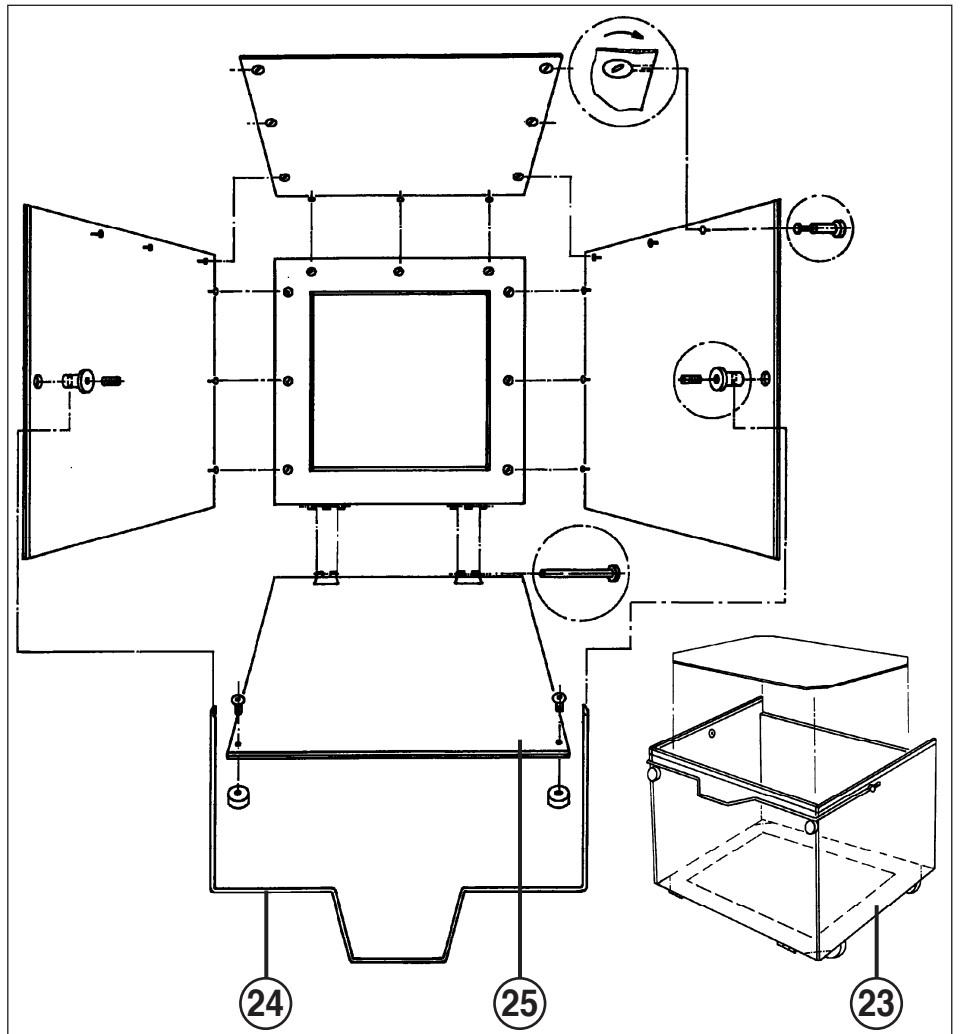

Fig. 4
- 23 = Recipiente de recolha (fig. 4)
- 24 = Arco para o recipiente de recolha (fig. 4)
- 25 = Parede dianteira do recipiente (fig. 4)
RECIPIENTE DE RECOLHA (23) (fig. 4):